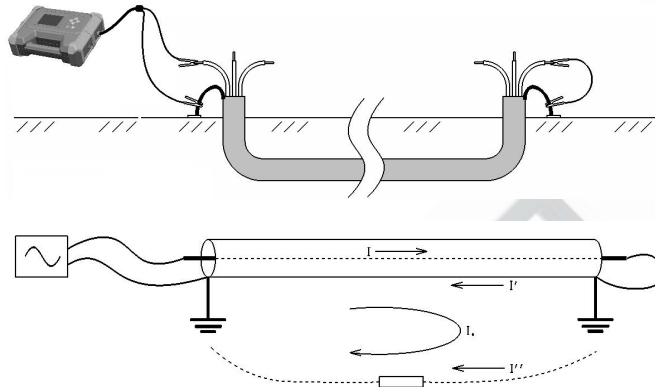

图 3-1-3 相线—护层接法
- 示例③：其他并行电缆与目标电缆的路径不同（一般为末端在不同位置），测量结果为：目标电缆电流为 I ，但数值远较发射机注入值小，相位在 0° 附近，提示识别正确；邻线电流接近 0，相位接近 180° 或不稳定，提示识别错误（可参见图 3-1-3 相线—护层接法）。